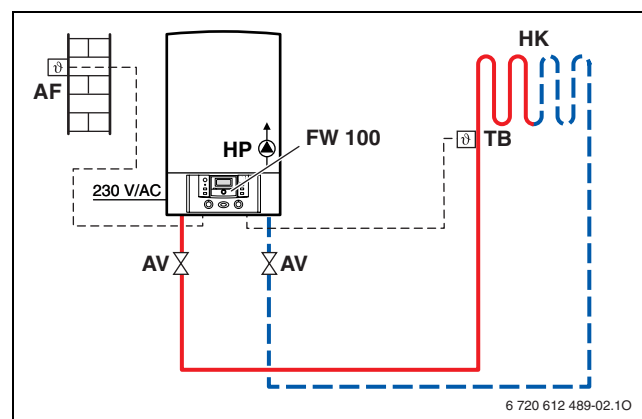

Рис. 2 FW 100 и обогрев полов с расходом до 1000 л/ч
- Применение гидравлического отделителя в системах с трубами, не пропускающими кислород: при обогреве полов с расходом воды менее 1000 л/ч можно не устанавливать гидравлический отделитель, как показано на рис. 2.